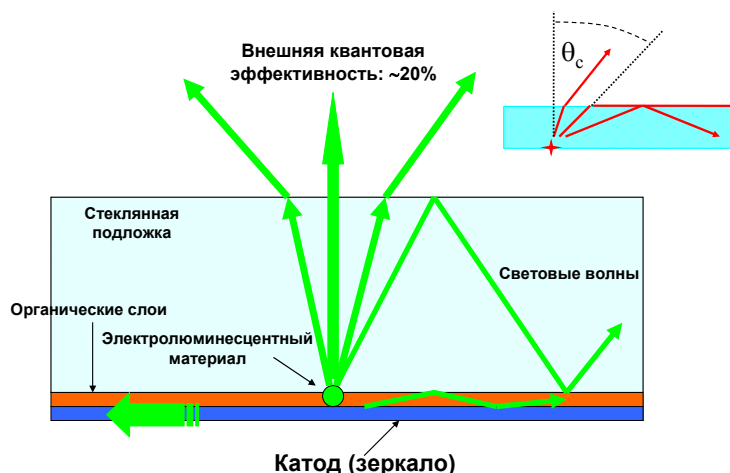

Рис. 2-9. Внешняя квантовая эффективность ЭЛУ.
7. Не все фотоны, образующиеся в ЭЛУ, выходят из него (рис. 2-9), поэтому лучшей характеристикой эффективности излучения является *внешняя квантовая эффективность* (Φ_{ext}), которая определяется как отношение числа “полезных” фотонов к числу электронов, инжектированных в структуру ЭЛУ.